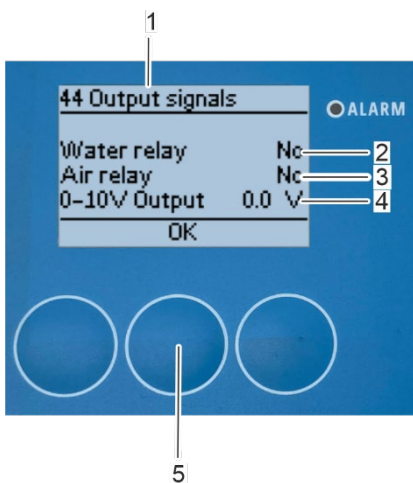
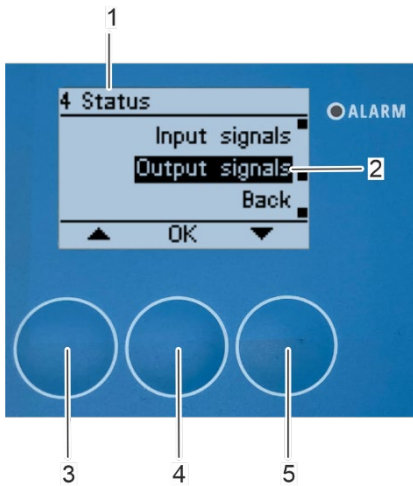

Abbildung 179: Untermenü „44 Ausgangssignale“
Abbildung 180: Untermenü „4 Status“
□ Das Untermenü „44 Ausgangssignale“ erscheint auf dem Bildschirm (Abbildung 179/1) und zeigt den aktuellen Status des „*Wasserrelais*“ (Abbildung 179/2), des „*Luftrelais*“ (Abbildung 179/3), und des „*0 - 10 V Ausgangs*“ (Abbildung 179/4).
Die Ausgangssignale „*Wasserrelais*“ (Abbildung 179/2) und „*Luftrelais*“ (Abbildung 179/3) zeigen „Ja“ an, wenn ein Eingangssignal vorhanden ist. Der „*0 - 10 V Ausgang*“ (Abbildung 179/4) zeigt die aktuell anliegende Spannung in einem Bereich von 0 bis 10 V an.
- Drücken Sie [OK] (Abbildung 179/5), um zum Untermenü „4 Status“ (Abbildung 180/1) zurückzukehren.
⇒ Das Untermenü „4 Status“ erscheint auf dem Bildschirm (Abbildung 180/1).